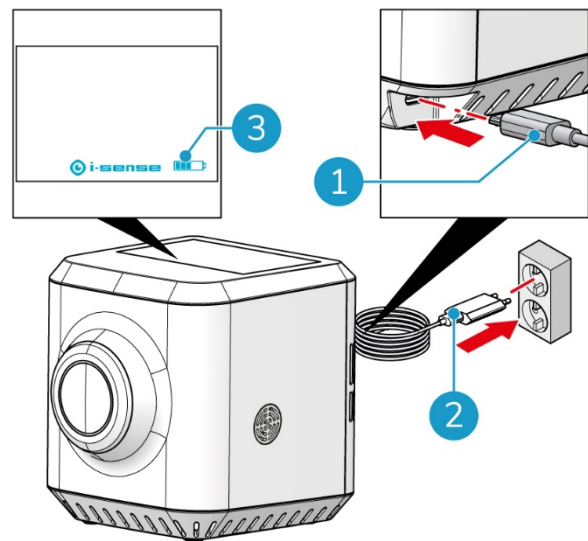

Figure 6
1. Connectez le câble USB au port USB (Figure 6, position 1).
2. Connectez le chargeur à une prise murale (Figure 6, position 2).
3. L'écran affichera la charge de la batterie ou l'USB (Figure 6, position 3).